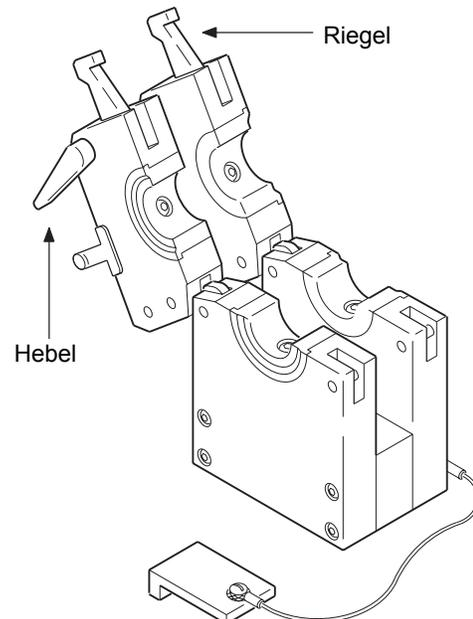

Abbildung 27 Hebel und Riegel
6. Stellen Sie sicher, dass die Hebel und Riegel ordnungsgemäß funktionieren. Siehe Abbildung 27.